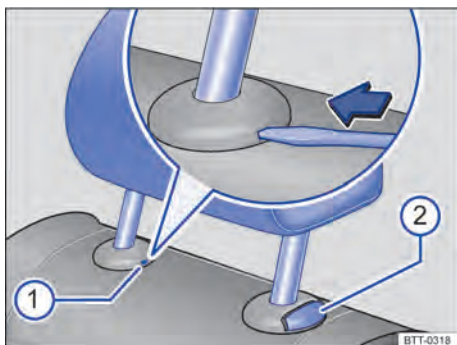

Fig. 78 Apoio para cabeça traseiro: remover
- Se necessário, pressionar a lâmina da chave de fenda da ferramenta de bordo na fenda da capa de cobertura → Fig. 78 ① no sentido da seta e segurar nesta posição.
- Ao mesmo tempo, pressionar o botão ②, enquanto outra pessoa retira totalmente o apoio para cabeça.